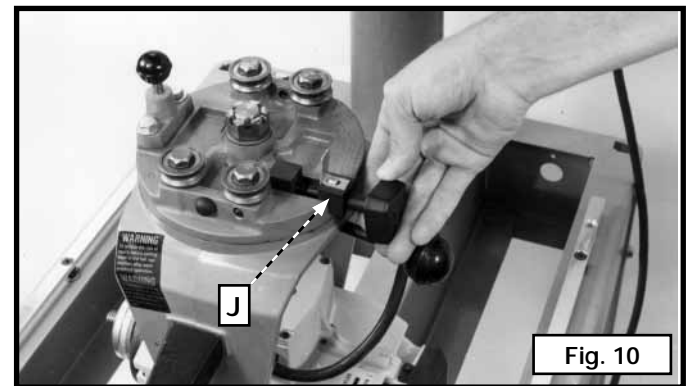

Fig. 10
7. Placer la pince de la tête de coupe (J) fig. 10, dans la rainure, au sommet de la tête de coupe.